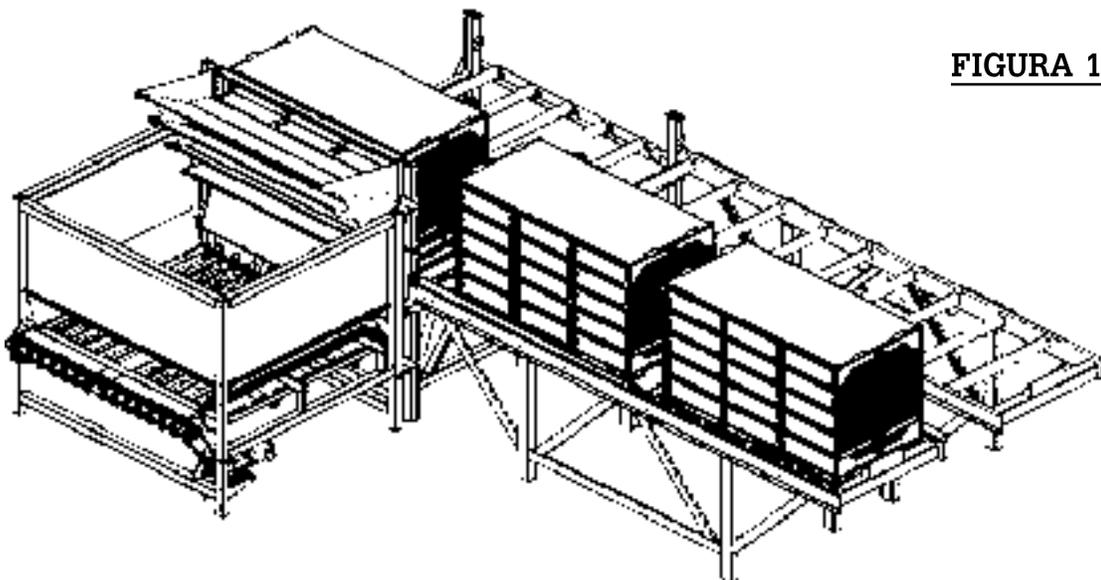

FIGURA 12
11. Espere unos 10 a 15 segundos y empuje la tercera palanca hidráulica (VOLTEO DEL DESCARGADOR) y manténgala hasta que los cilindros de la cuna estén totalmente retraídos. Los cilindros están completamente retraídos cuando la cuna deja de inclinarse hacia abajo. Entonces suelte la palanca (Ver la figura 12).